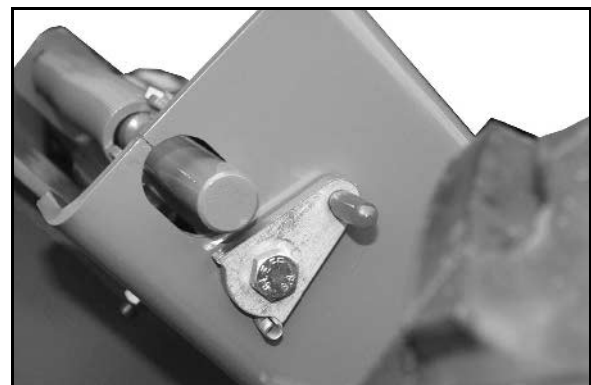

Fig. 28
1. Wahlhebel (Fig. 28) in Position B bringen.